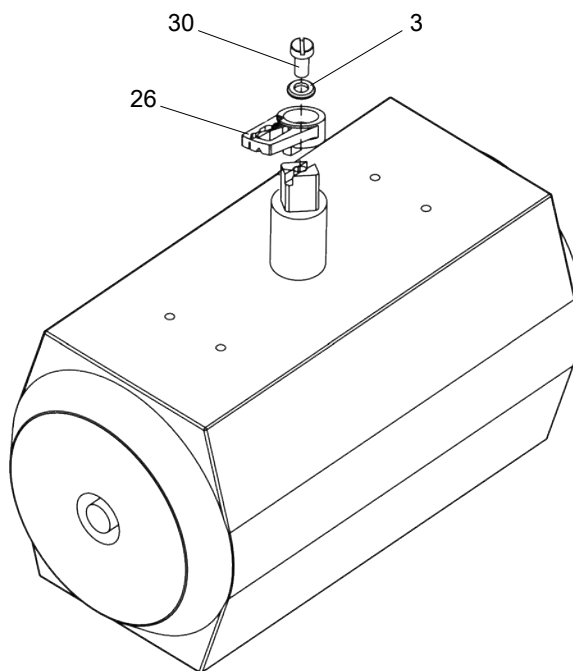

Fig. 16: Montage meenemer op de actuator
5. Fig. 16: Zet de klepstandsteller met de montageconsole voorzichtig op de actuator. Daarbij moet een van beide pennen (35) van het koppelingswiel (25) in de meenemer (26) grijpen.